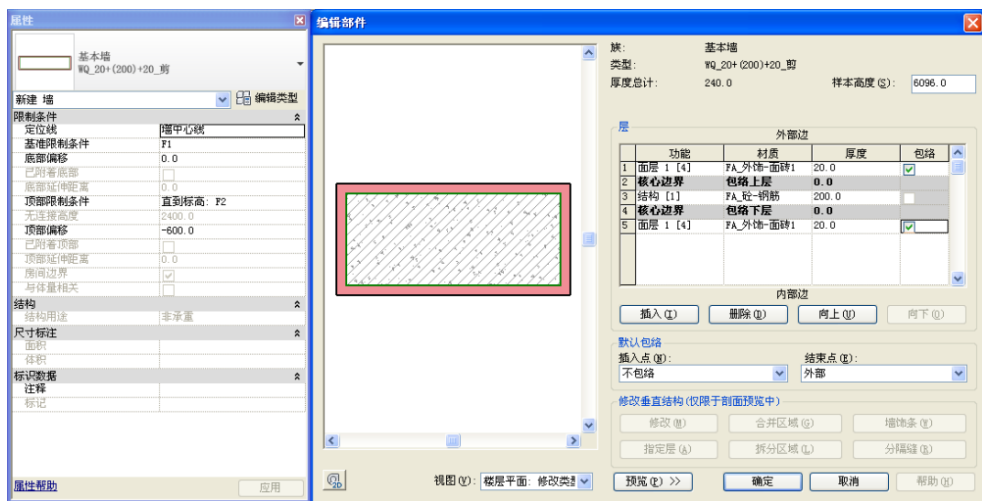

图 6-11
- 10) 在墙体的“编辑部件”对话框中，进行构造层的设置，此类型墙体只有结构层加内外贴20厚的面砖，内外层都处于包络的状态（如图 6-11 所示）。